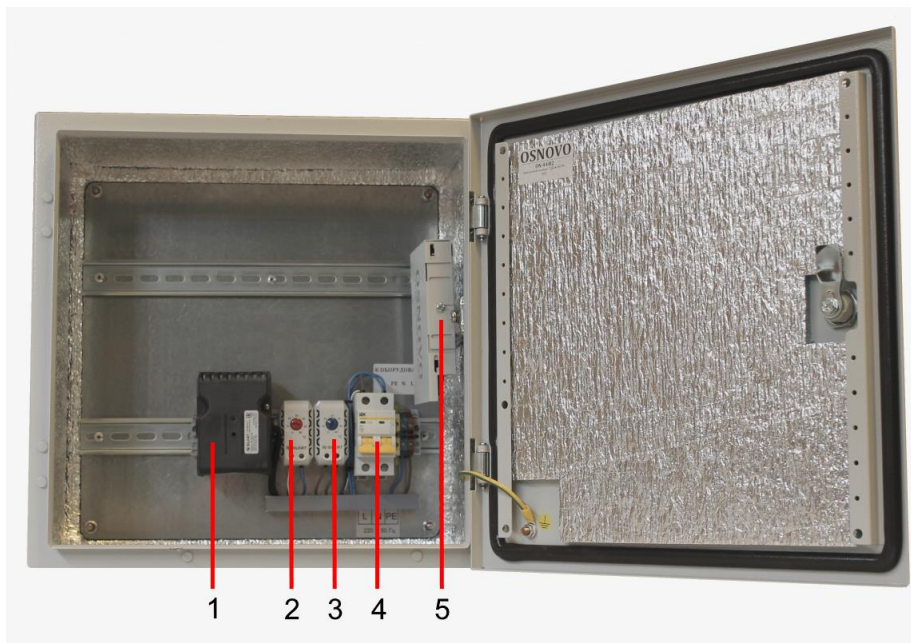

Рис.2 Уличная станция с обогревом и «теплым» пуском, внутренние компоненты на примере модели OS-44H2
- В цепи обогревателя установлен датчик термостат с нормально-замкнутыми контактами (2) Рис.2, рассчитанный на интервал температур до +15°C. Если температура внутри уличной станции ниже +5...+7°C, контакты термостата всегда замкнуты, и, следовательно, обогреватель включен и используется для интенсивного прогрева всех внутренних компонентов станции и встроенного оборудования.
- В цепи питания встроенного оборудования установлен датчик термостат (3) Рис.2 на котором выставляется необходимая температура (по умолчанию 0°C) при достижении которой (после прогрева основной системой обогрева) датчик термостат подключает встроенное оборудование (БП, коммутатор и т.д.) к сети 220V переменного тока.